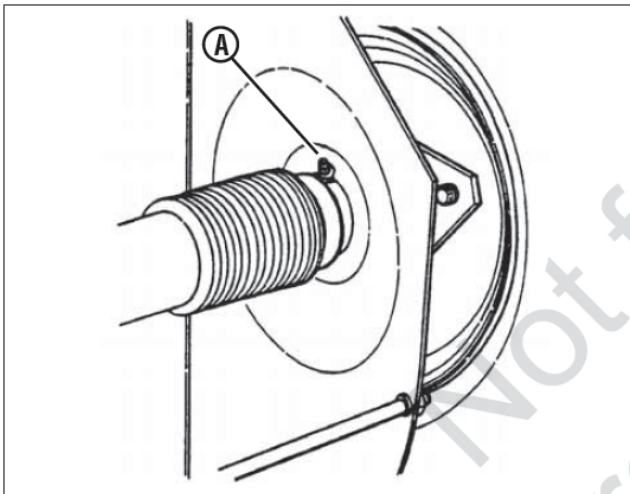

Рис. 27. Смазочный фитинг задней оси
1. Смазочный фитинг (А, рис. 27) на подшипнике левой задней оси требует трех нажатий шприца-нагнетателя.